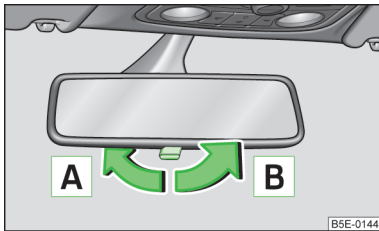

Abb. 44
- Den Hebel an der Spiegelunterkante in Richtung Frontscheibe einstellen (der Spiegel blendet ab) **A** » Abb. 44.